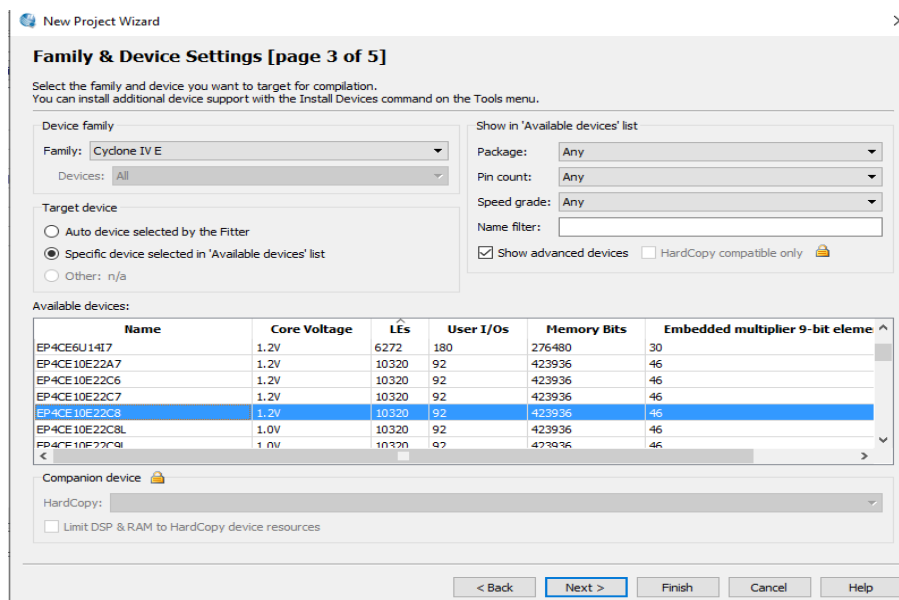

Figura 2. Creación de un nuevo proyecto.
- En la opción “Create a new project” del menú inicial, seleccione “Next”. Al hacer esto aparece una ventana de ayuda para introducir la localización del proyecto y el nombre, tal como se muestra en la figura 2 posteriormente seleccione “Next”.